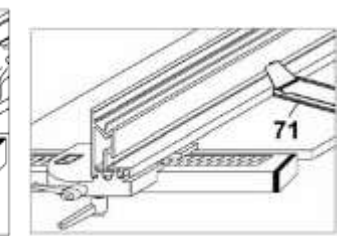

Рис.15Г
8.6.6. На Рис.15А-15В изображены установки для выполнения разных операций строгания по направляющей планке (19). На Рис.15А изображена установка для выполнения операции пиление по направляющей планке, при этом защитная планка (71) должна закрывать строгальный вал.